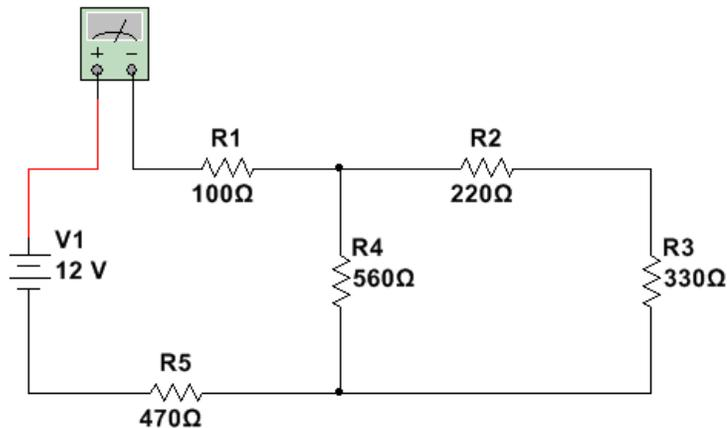

Figura 1.14. Ejemplo para la corriente en el resistor R1
4. Ahora mida la corriente que circula por cada resistor. **La forma de medir corriente es conectando un multímetro en serie con el elemento,** como el ejemplo que se muestra en la figura 1.14. **Asegúrese de colocar la perilla del multímetro en corriente directa y conectar las puntas en la terminal correspondiente.**